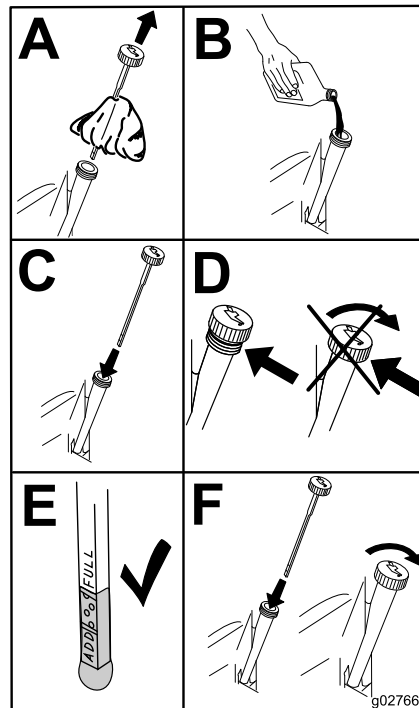

Bild 54
4. Gießen Sie langsam ungefähr 80 % der angegebenen Ölmenge in die Einfüllstutzen und füllen Sie dann vorsichtig mehr Öl ein, um den Ölstand an die Voll-Markierung zu bringen (Bild 54).